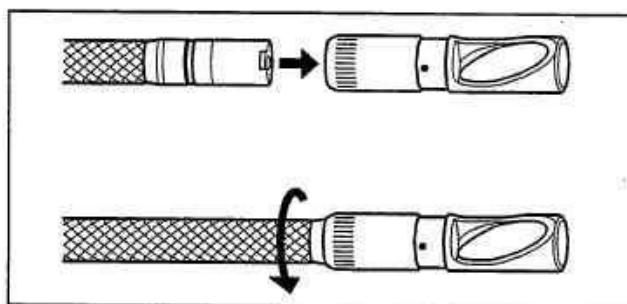

図 3.15
- 側視ミラーアダプターをスコープ先端部にゆっくり差し込み側視ミラーアダプター内側のツメとスコープ先端の固定溝がかみ合う位置まで押し込みます。入らない場合は側視ミラーアダプターのミラー部が回転するように回し、確実にはまり込んでいることを確認してください。ナット第 1 ねじ部が接続ねじ部を通過するまで時計周りに回します（図 3.15 参照）。